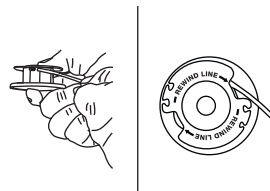

Fig. 16
10. Instale la tapa del cabezal de corte sobre el carrete interior. Alinee las lengüetas en la tapa con las ranuras en la bobina exterior y presione la tapa hacia abajo de manera uniforme hasta que caiga en su lugar (Fig. 16).